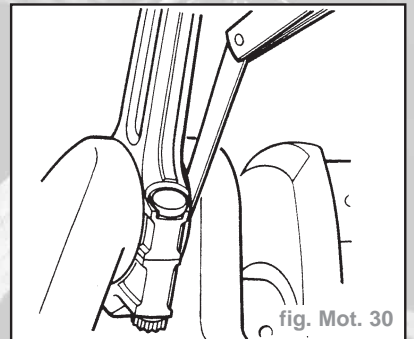

fig. Mot. 30
- Monter les bielles complètes, coussinets compris, sur leur manetons respectifs. Déplacer la bielle d'un côté et vérifier le jeu du côté opposé à l'aide d'un calibre d'épaisseur (Fig. Mot. 30).